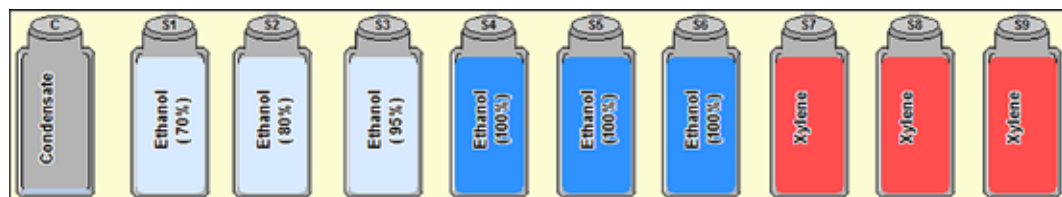

Рис. 50
- Системные ёмкости имеют обозначения от "S1" до "S9" и показаны на экране в отдельной области (рис. 50). Слева находится ёмкость для конденсата с обозначением "C".